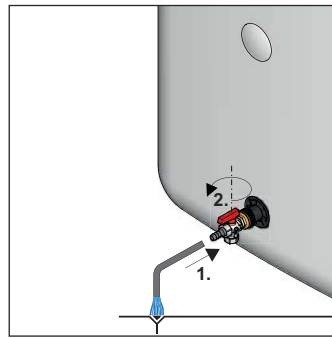
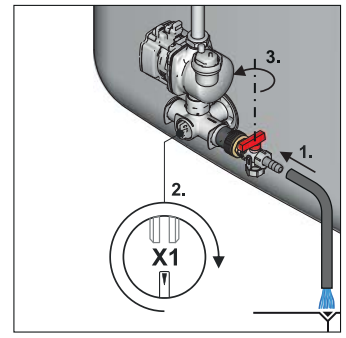

Fig. 5-1 Processus de vidange sans $p=0$ système solaire
Fig. 5-2 Processus de vidange avec $p=0$ système solaire
- Raccorder le flexible d'évacuation au **raccord de remplissage KFE** (fig. 5-1 / fig. 5-2) et le poser au niveau d'un point d'évacuation au moins à ras du sol.
- Uniquement pour le $p=0$ système solaire : Régler la garniture de soupape sur le raccord coudé afin d'ouvrir l'accès au tuyau d'évacuation (fig. 5-2).
- Ouvrir le robinet de remplissage et de vidange de la chaudière sur le **raccord de remplissage KFE** et évacuer le contenu d'eau du réservoir du ballon (fig. 5-1 / fig. 5-2).